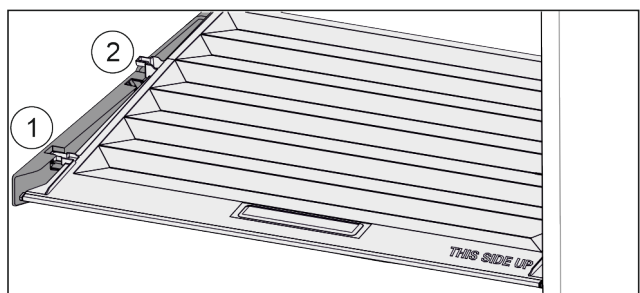

Fig. 51
- ▶ Потянуть крышку до отверстия в поддерживающих деталях вперед Fig. 51 (1).
- ▶ Поднять сзади снизу и извлечь Fig. 51 (2) движением вверх.